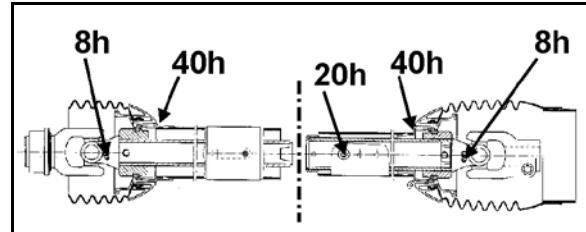

Рис. 134
2. Снимите и очистите всасывающий фильтр (Рис. 134/1). См. на стр. 187.
- 5.1 Опорожните напорный фильтр (Рис. 134/2) через кран **C**.
6. Отвинтите подводящий шланг (Рис. 135/1) от регулировочного шланга. Подводящий шланг (Рис. 135/1) соединяет бесступенчатый переключатель VARIO на стороне нагнетания (Рис. 134/**B**) со всасывающей арматурой.
7. Отвинтите обратный шланг (Рис. 135/2) секционной арматуры от бесступенчатого переключателя VARIO на стороне всасывания (Рис. 134/**A**).
9. Снимите шланг внутренней очистки (Рис. 135/3) с бесступенчатого переключателя VARIO на стороне всасывания (Рис. 134/**B**).
14. Несколько раз переключите бесступенчатые переключатели VARIO на стороне всасывания (Рис. 134/A) и на стороне нагнетания (Рис. 134/B) во все возможные положения.